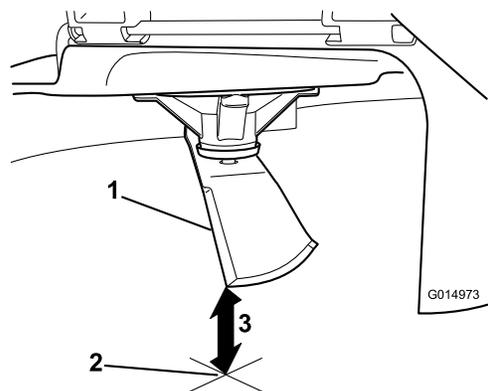

Figura 69
5. Misurate dalla punta della lama alla superficie piana (**Figura 69**).